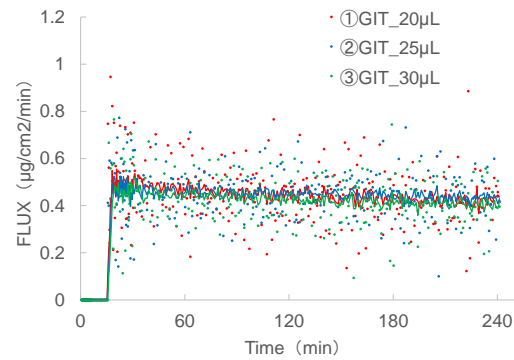

図 2 FLUX
① 20 μL	約 8.6 $\mu\text{g/mL}$ (約 8.5~8.6 $\mu\text{g/mL}$)
② 25 μL	約 8.6 $\mu\text{g/mL}$ (約 8.5~8.8 $\mu\text{g/mL}$)
③ 30 μL	約 8.2 $\mu\text{g/mL}$ (約 7.8~8.4 $\mu\text{g/mL}$)
アクセプターにおける 240 分時点での溶液濃度を GIT 滴下量で比較すると③30 μL のみわずかに濃度が低い結果となった。しかし、最大値と最小値の差はわずか 0.4 $\mu\text{g/mL}$ と誤差程度であり、FLUX への影響は非常に少ないと考えられた。式 (1) を用いて計算した、各 GIT 滴下量における FLUX の結果を図 2 に示す。